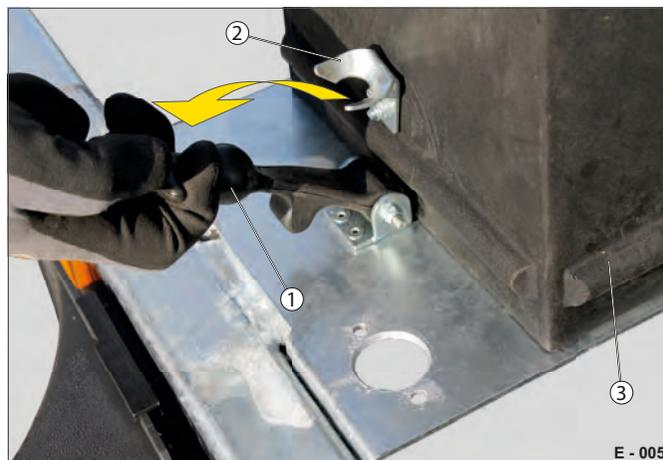

Fig. 5 Capot déverrouillé
- ▶ Tirez sur l'attache en caoutchouc (Fig. 5 /1), vers le haut, et extrayez-la de la platine de réception (Fig. 5 /2).
- ▶ Soulevez le capot (Fig. 5 /3).